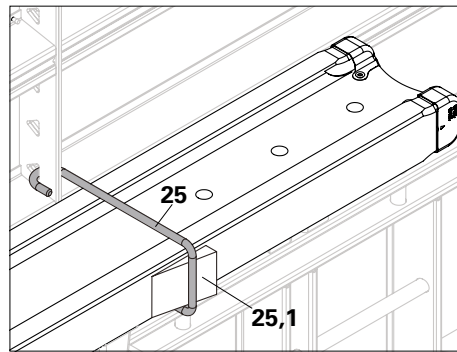

Fig. A4.13a
1. Inserire il gancio di sostegno HSA (25) nei fori triangolari del puntone per telai.
2. Posizionare le travi di cassaforma e inserire il cuneo in legno (25.1). (Fig. A4.13a)